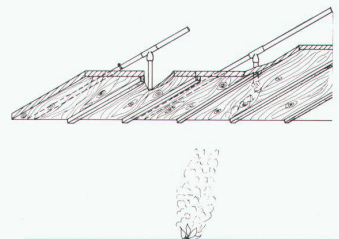

Bild 2
- Unsichtbare Installation. Das Rohrleitungssystem kann unsichtbar in der Deckenkonstruktion verlegt werden, so dass nur die Ansaugstellen sichtbar sind. Lochdurchmesser maximal 4,5 mm (Bild 2).